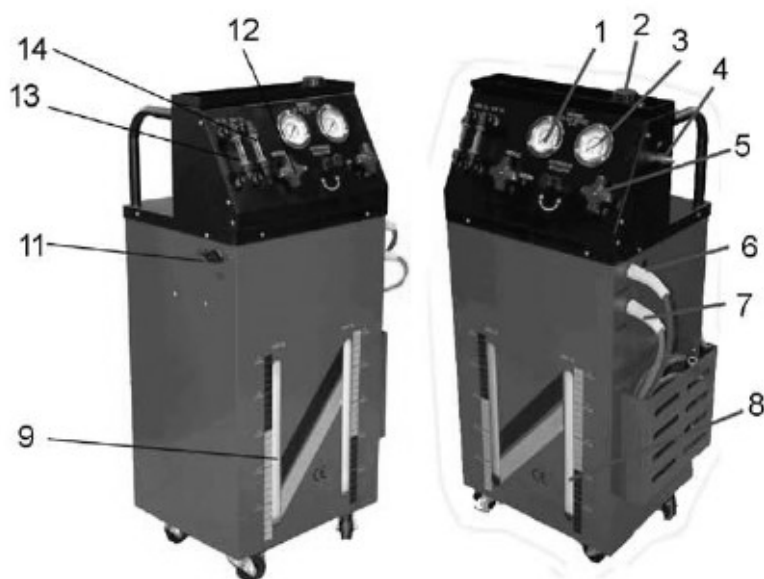

Рис.2 – Устройство изделия
3. Соедините компрессор с разъемом 1 (рис.2 п.4) и включите его.
2. Поверните переключатель 3 (рис.2 п.10) в положение «NEW OIL».
1. Поверните переключатель 3 (рис.2 п.10) в позицию «Used Oil».